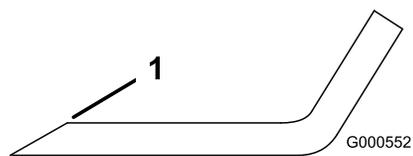

Figura 81
1. Affilate i taglienti da entrambe le estremità della lama con una lima (Figura 81).
**Nota:** Se la lama non è bilanciata, limate del metallo soltanto dalla costa (Figura 81).